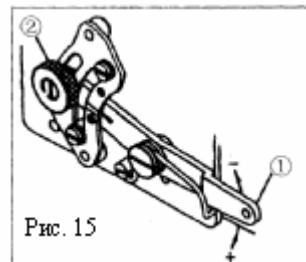

Рис. 15
Соотношение дифференциальной подачи регулируется в пределах от 1:0,5 до 1:1,3 (Рис. 15). Чтобы изменить соотношение, сдвиньте указатель (1) вверх или вниз.